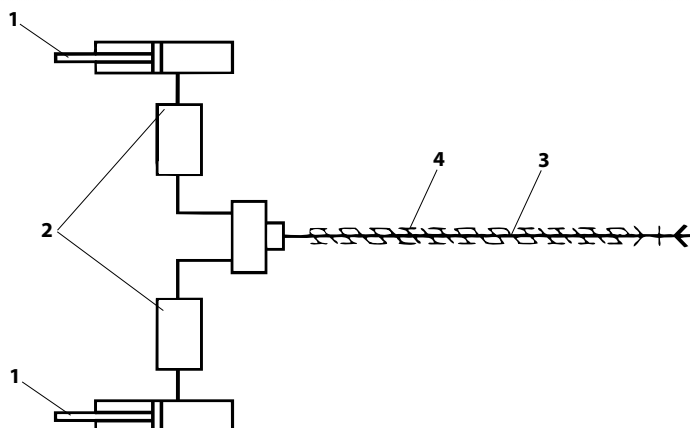

Fig. 11
4.5.1 HYDRAULISCHE ANLAGE DRILLMASCHINEN-HITCH (ABB. 11)
LEGENDE Abb. 11 (Hydraulischer Schaltplan für Drillmaschinen-Hitch mit einem Hydrozylinder)